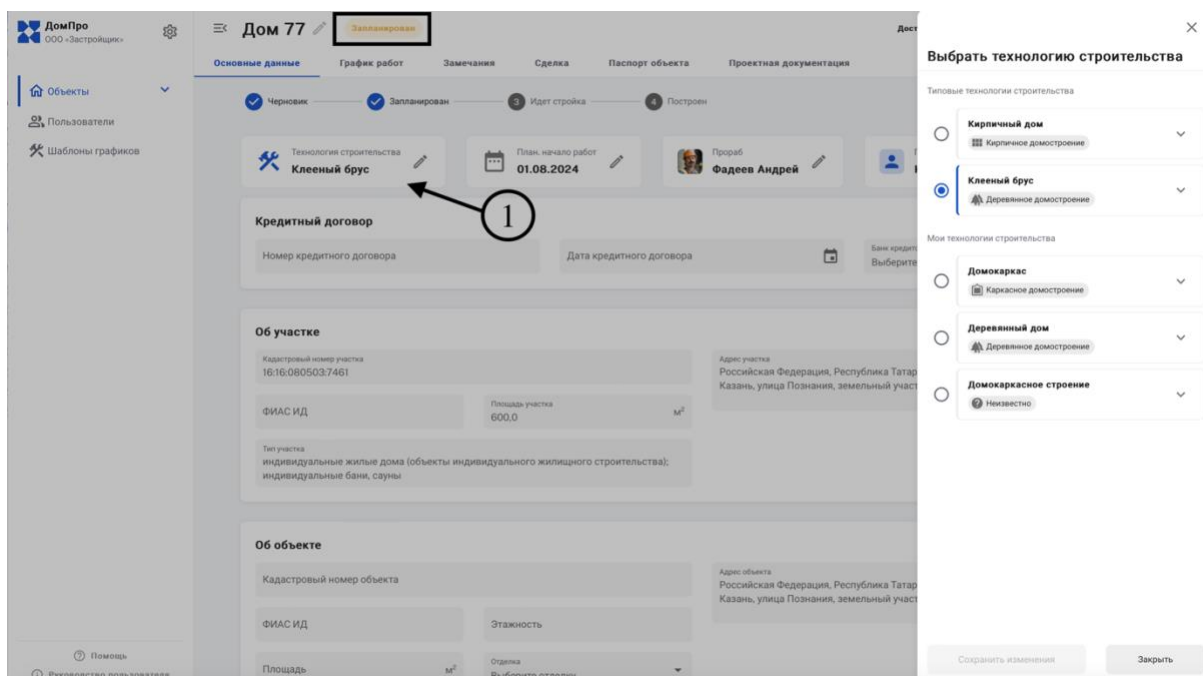

Рисунок 44 - Выбор технологии строительства
Для создания графика работ в системе необходимо создать шаблонный график и далее использовать его как технологию строительства в проекте. Создание шаблона графика было рассмотрено в п. 5.1, а также его выбор при создании объекта в п. 4.1. Но в случае, когда необходимо изменить технологию строительства и использовать другой типовой график необходимо зайти во вкладку «Объекты» и кликнуть левой клавишей мыши на название интересующего объекта. После этого откроется подробное окно с информацией об объекте Рисунок 44 и необходимо будет выбрать из выпадающего списка технологию строительства (1), созданную ранее.